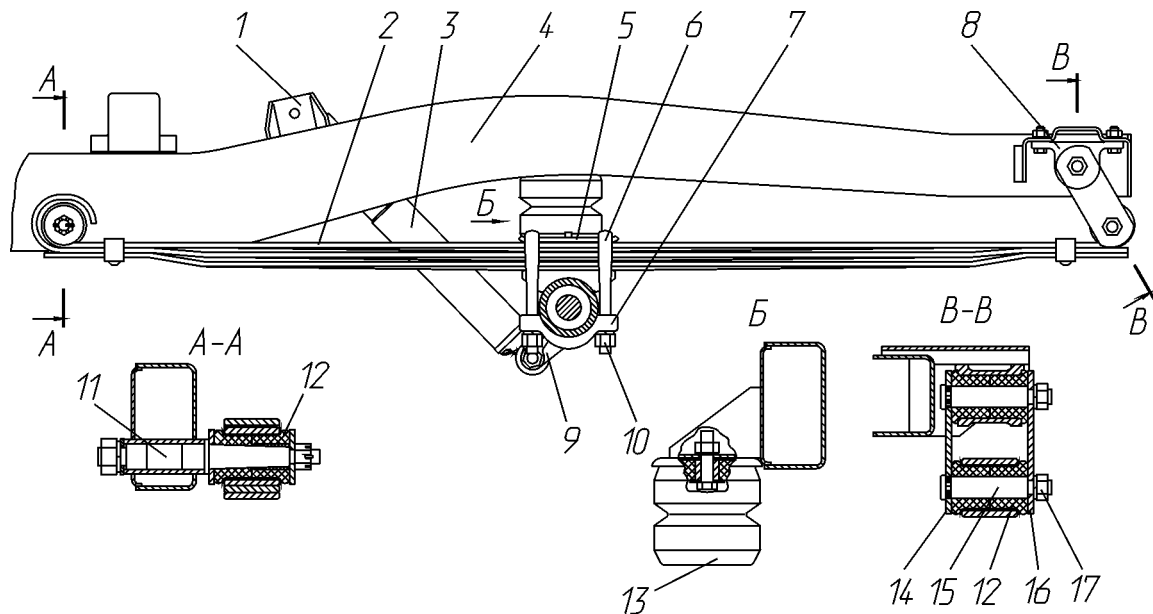

Рис. 6.8. Задняя подвеска:
**Задняя подвеска** (рис. 6.8) состоит из двух малолстовых рессор 2, работающих совместно с двумя гидравлическими телескопическими амортизаторами 3.